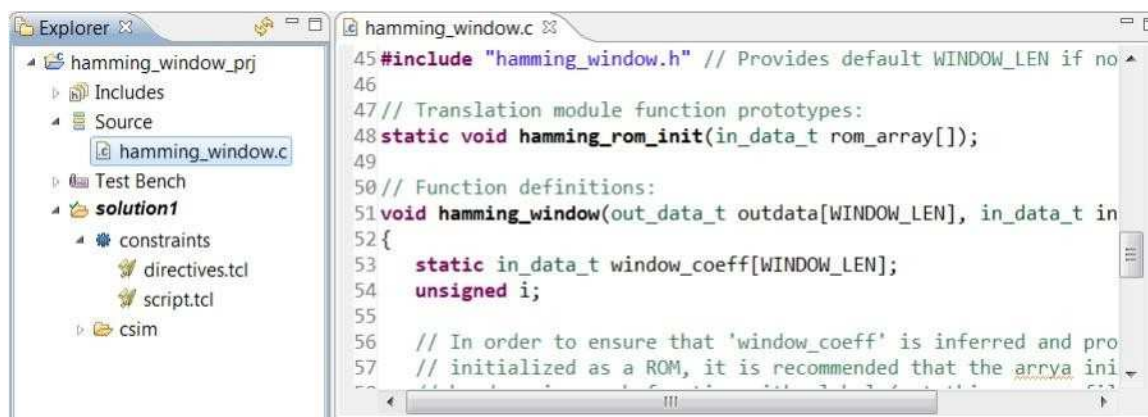

图 3-12:C 验证实验室 2 的 C 代码
- 4.在资源管理器窗格中打开源文件夹并双击 **hamming_window.c** 打开代码，如图3-12 所示。